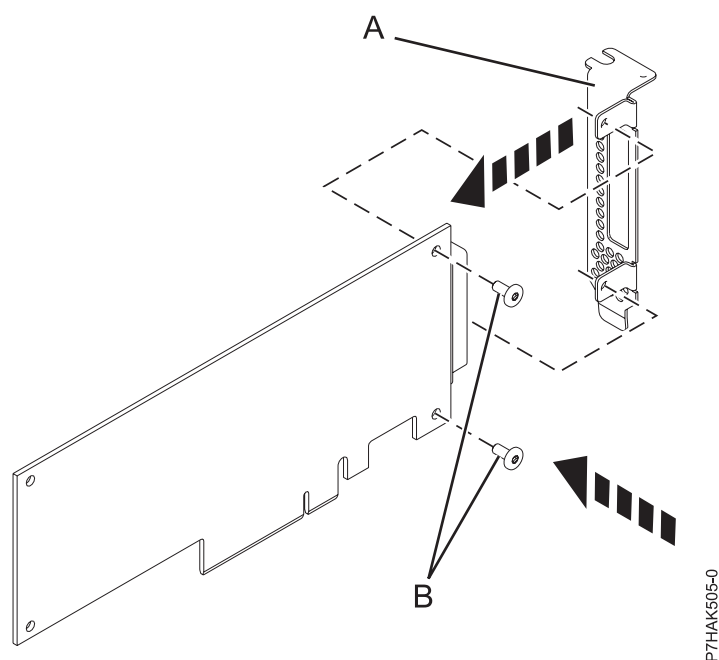

Figure 34. Fixation de la contre-poupée extra-plate sur une carte PCI
11. A l'aide d'un tournevis cruciforme, vissez les deux vis de fixation (B) pour fixer la contre-poupée (A) provenant de la carte PCI défectueuse sur la nouvelle carte PCI. Voir figure 34.